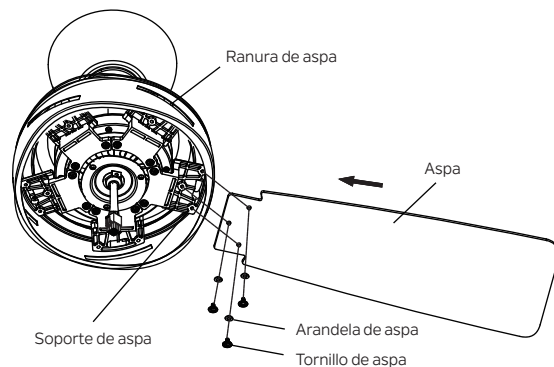

Figura 16
Paso 1. Deslice las aspas a través de las ranuras de aspa en la carcasa del motor y fíjelas a los soportes del motor con los tornillos y las placas de aspa. Asegúrese de que los tornillos que sujetan el aspa al soporte de aspas estén apretados y asentados correctamente. (Figura 16)